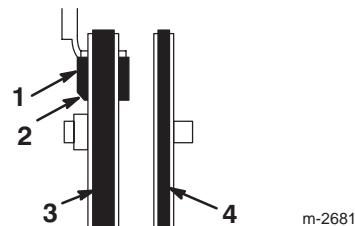

Figure 31
17. Vérifiez que le patin de frein est monté correctement sur le bras de frein. Positionnez le pan coupé du patin de la manière indiquée dans la Figure 31.
13. Vérifiez que le patin de frein est monté correctement sur le bras de frein. Positionnez le pan coupé du patin de la manière indiquée dans la Figure 31.